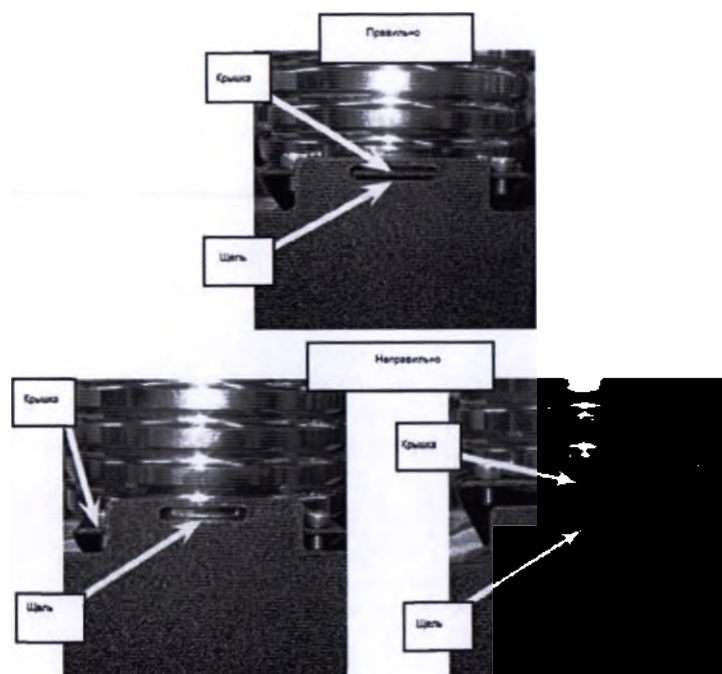

Рисунок 54. Правильное расположение крышки после использования грузов
- После того как груз находится на крышке убедитесь, что передний край крышки виден сквозь щель, которая расположена на переднем верхнем краю основания (Рисунок 54).